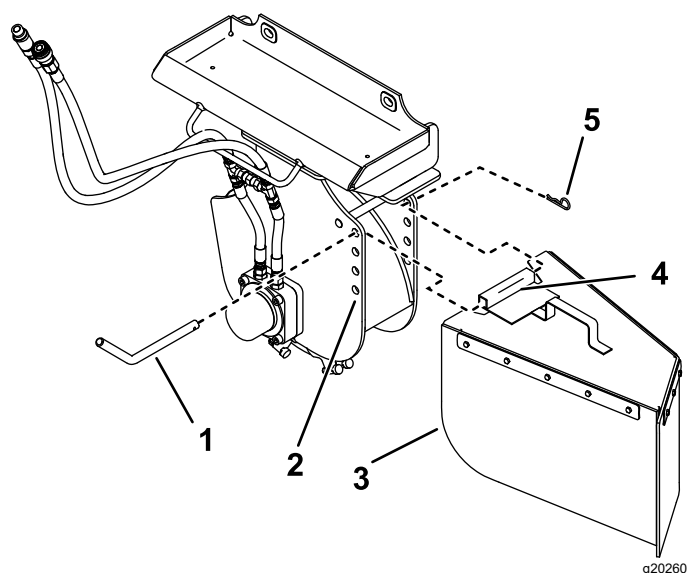

Figure 11
La rogneuse de souches comprend 4 jeux de trous permettant le montage du pare-copeaux (Figure 11). Remontez le protecteur (trous supérieurs) pour rogner au ras du sol et baissez-le (trous inférieurs) pour broyer les souches plus hautes. Montez le pare-copeaux comme suit :
1. Placez le tube de montage sur l'écran de protection, entre 2 trous de la rogneuse (Figure 11).
2. Insérez la broche de l'écran de protection dans les trous de la rogneuse et le tube de montage (Figure 11).
3. Fixez la broche avec une goupille fendue (Figure 11).